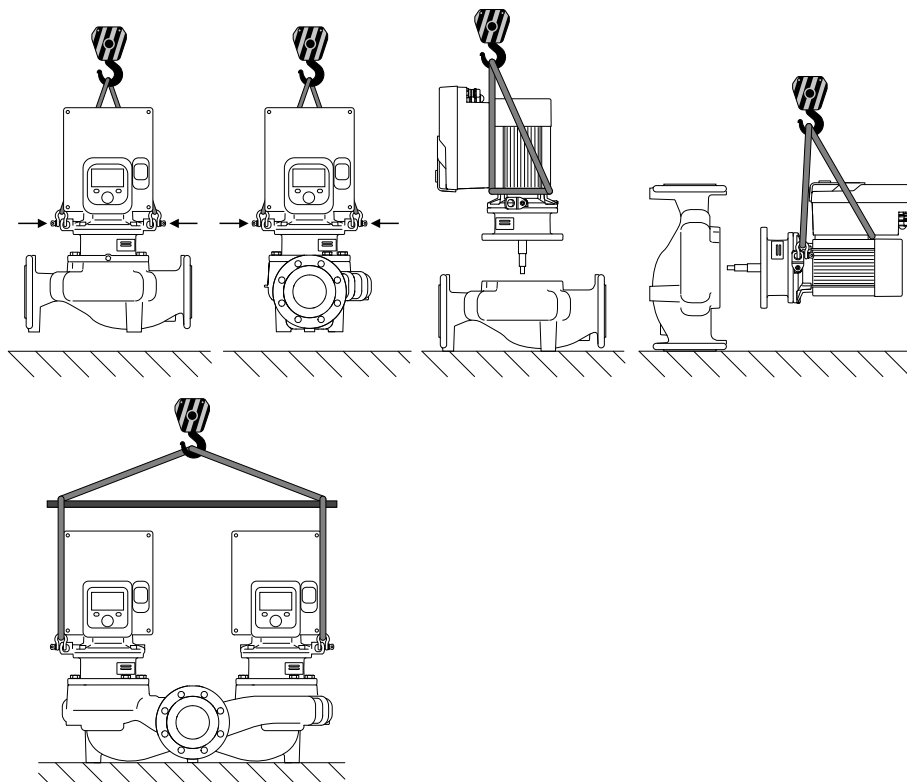

Fig. 6: Dirección de elevación
El transporte de la bomba deberá efectuarse con medios de suspensión de cargas autorizados (p. ej. polipasto, grúa, etc.). Los medios de suspensión de cargas se deben fijar a las argollas de transporte situadas en la brida del motor. En caso necesario, desplace los lazos de elevación por debajo de la placa adaptadora (Fig. 6).
2. Fije el juego de introducción (Fig. 4) a las argollas de transporte con equipos de elevación adecuados a modo de protección. Para que la unidad no vuelque, tienda una correa según la Fig. 6 alrededor del motor y del adaptador del módulo electrónico. Al hacerlo, evite que el módulo electrónico sufra daños.